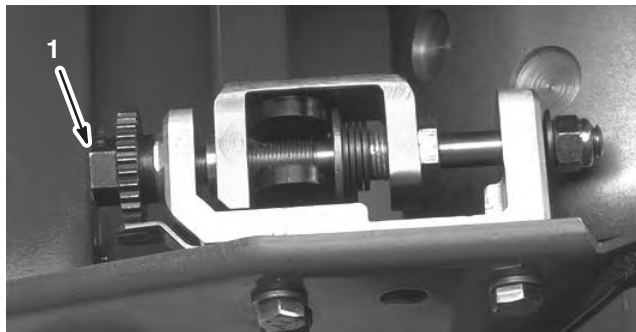
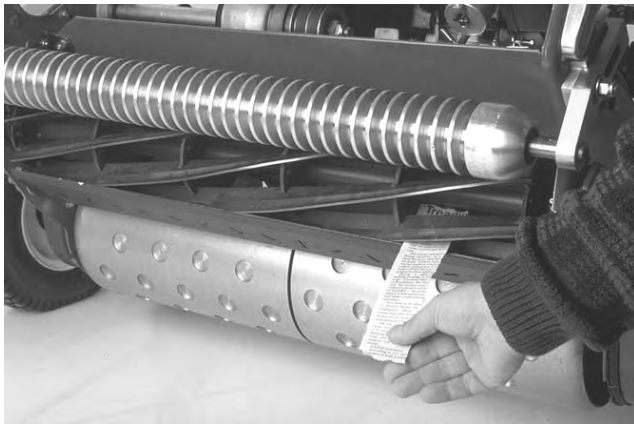

Bild 10
Bild 12
2. Drehen Sie die Einstellschrauben des Untermesserträgers nach links (Bild 10 oder 11). Dies stellt sicher, dass die Spindel das Untermesser nicht berührt.
- Führen Sie an einer Seite der Spindelvorderseite einen langen Streifen Papier zwischen der Spindel und dem Untermesser ein (Bild 12). Drehen Sie die Spindel langsam vorwärts. Drehen Sie gleichzeitig die Einstellschraube des Untermesserträgers nach rechts (an demselben Ende der Spindel um jeweils einen Klick, bis das Papier an einer Seite der Spindel leicht festgehalten wird, wenn es von vorne parallel zum Untermesser eingeschoben wird. Das führt zu einem leichten Widerstand, wenn Sie am Papier ziehen) (Bild 10 oder 11).
- Vergewissern Sie sich nach dieser Einstellung, dass die Spindel Papier einklemmen kann, das von vorne eingeführt wird, und Papier schneiden kann, das im rechten Winkel vom Untermesser eingeführt wird (Bild 12). Papier müsste sich mit minimalem Kontakt zwischen Untermesser und Spindelmessern schneiden lassen. Wenn der Spindelwiderstand zu hoch ist (mehr als 0,79 Nm), schärfen oder fräsen Sie das Mähwerk, um die für genaues Schneiden erforderlichen scharfen Kanten zu erhalten. Weitere Informationen finden Sie in der Toro Bedienungsanleitung für das Schärfen der Spindeln.